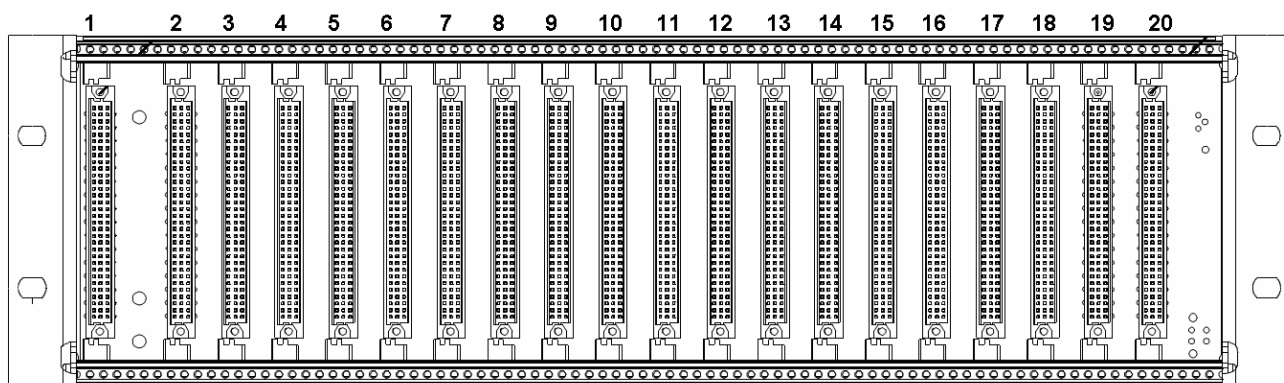

Рисунок 3
2.3.3 Для работы изделие должно устанавливаться в одно из унифицированных установочных мест блока унифицированного (установочные места 3 – 18, рисунок 3).